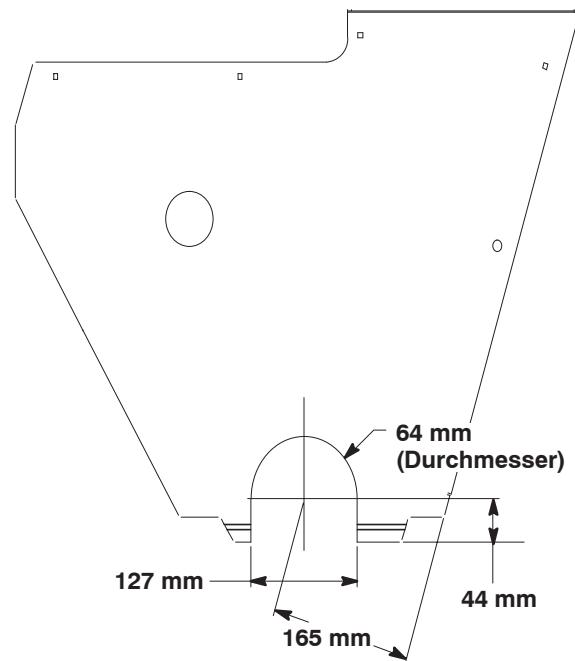

**Bild 9**
- 13.** Setzen Sie die V-Ringdichtung der neuen Doppelantriebsriemenscheibe und die Scheibe auf die Spindelwelle (Bild 9). Befestigen Sie die Scheibe mit der Scheibenmutter an der Spindel (Bild 9). Ziehen Sie die Mutter auf 136 Nm an.